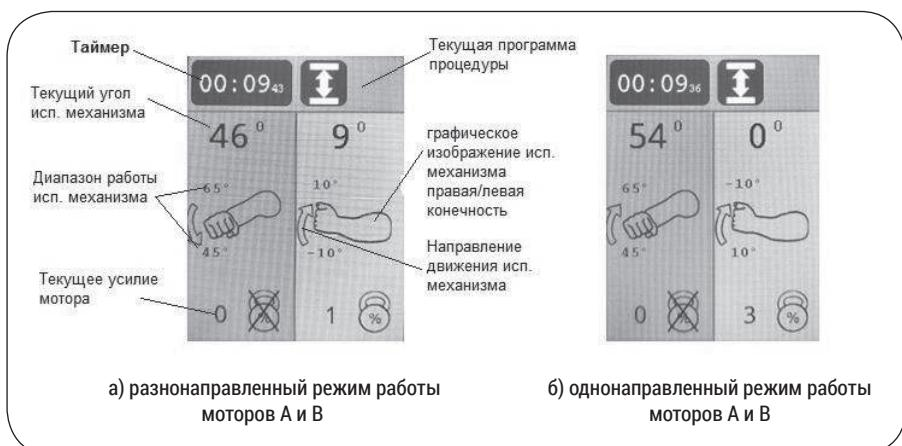

Рисунок 5.3 – Дисплей режима выполнения процедуры
### 5.1. Дисплей режима выполнения процедуры (см. рис. 5.3).
- В зоне А: заданный пользователем диапазон работы, текущее положение (угол) в градусах (аналогично рис. 5.3) для мотора А, а также меню его установок.
- В зоне В: заданный пользователем диапазон работы, правая (левая) конечность, текущее положение (угол) в градусах (аналогично рис. 5.3) для мотора В, а также меню его установок.